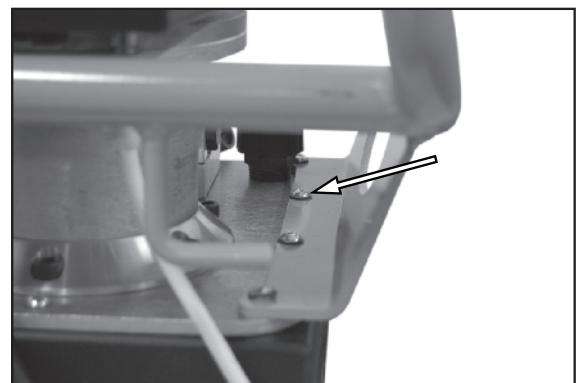

Abbildung 23.
2. Siehe Abbildung 23. Die acht Schrauben entfernen und entsorgen.